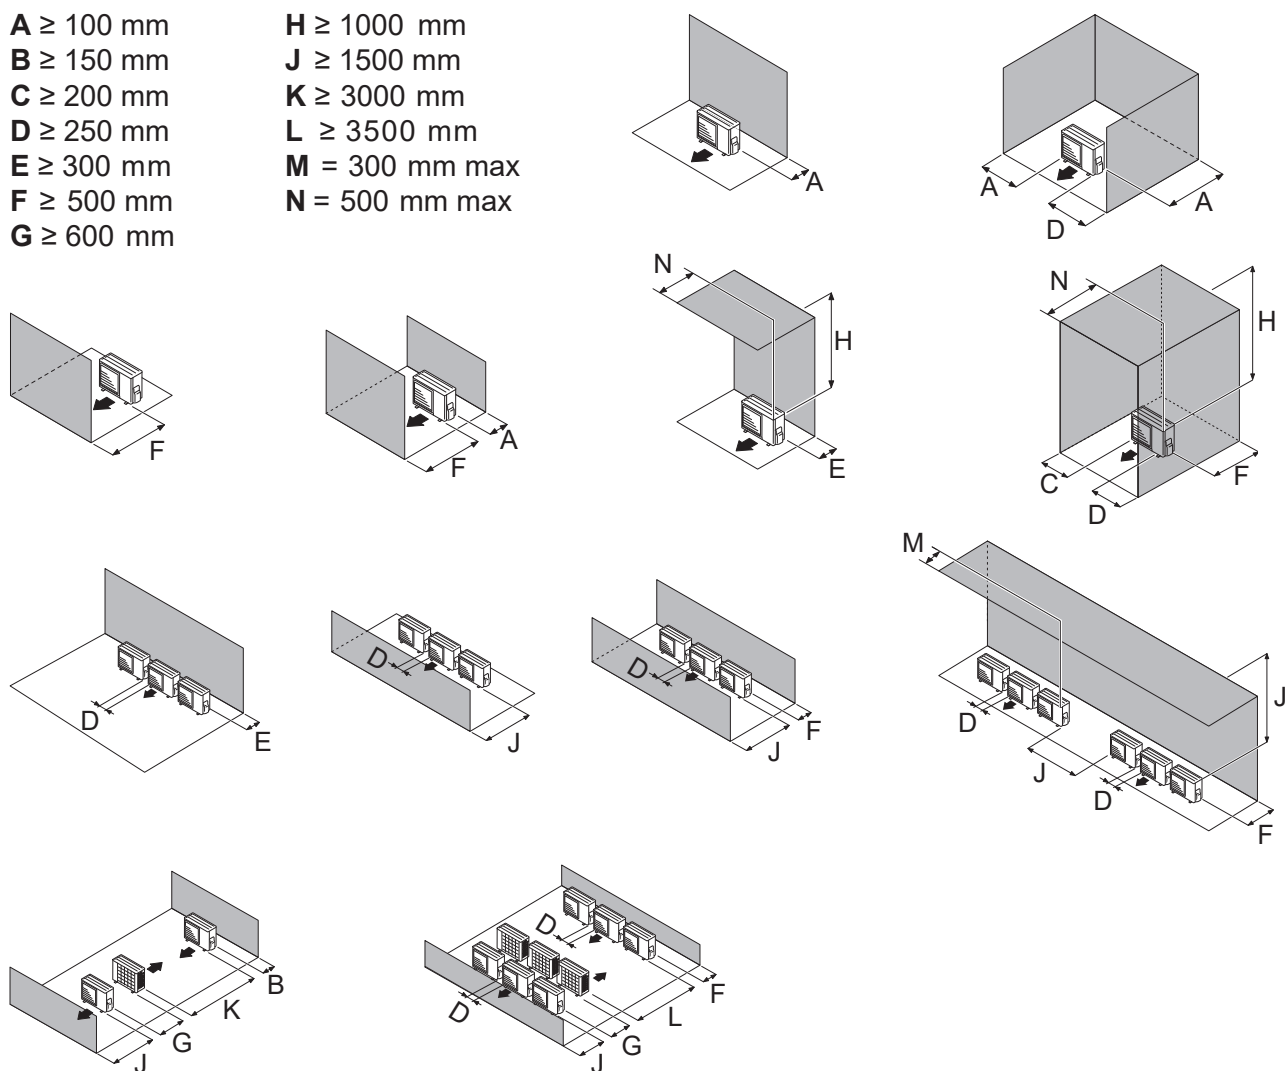

Abb. 17 - Installationsmindestfreiräume um die Außeneinheit (Modell 10)
- Das Gerät muss für Installations- und spätere Wartungsarbeiten problemlos zugänglich sein (*Abb. 16 und Abb. 17, Seite 18*).
- Die Luftzirkulation durch den Verdampfer und am Ventilatorausgang darf durch nichts behindert werden (*Abb. 16 und Abb. 17, Seite 18*).